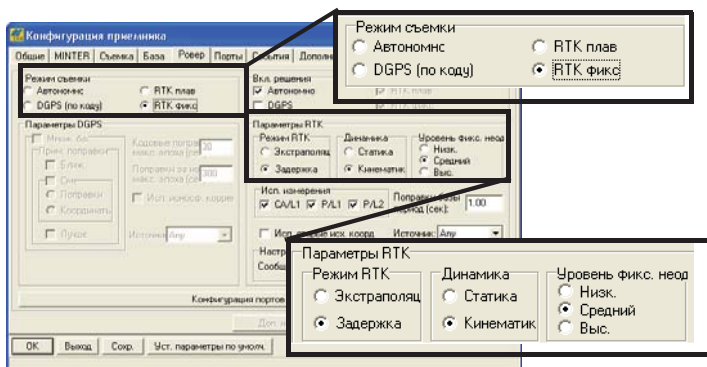

Рис. 3-36. Настройка ровера
10. Для ровера выберите вкладку *Ровер* и установите следующие параметры, затем нажмите **Применить** (Рис. 3-36 на стр. 3-39).